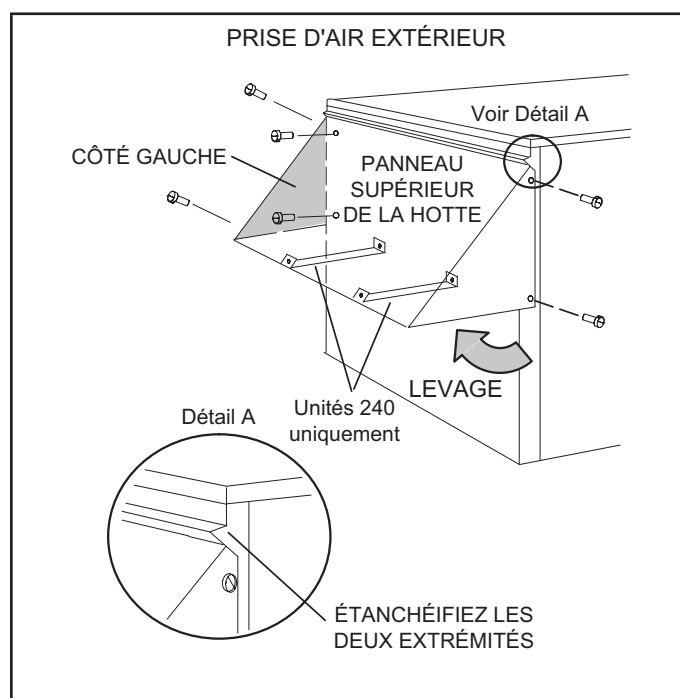
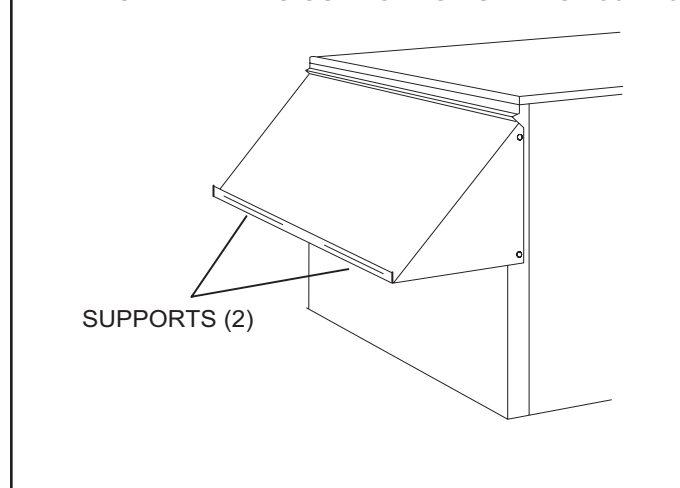

FIGURE 12
FIGURE 13
- 3 - Soulevez (tournez) le bas du panneau supérieur de la hotte et fixez le côté gauche au panneau supérieur de la hotte. Reportez-vous à la FIGURE 12.
- 6 - Unités 180-240 uniquement - Retirez les deux supports de la bride du panneau supérieur de la hotte. Reportez-vous à la FIGURE 13. Installez comme indiqué à la FIGURE 12.